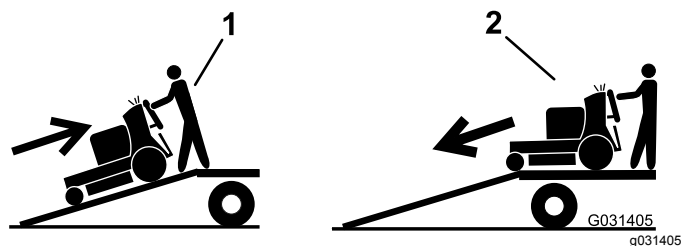

Bild 26
5. Fahren Sie mit der Maschine rückwärts auf die Rampe (**Bild 26**).